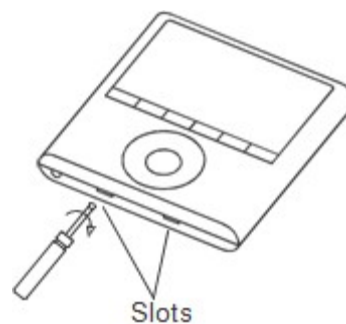

Fig 3-2
- Stecken Sie einen Schraubendreher in die Schlitz im unteren Teil des Steuergeräts (2 Stellen) und entfernen Sie den oberen Teil des Steuergeräts. (Abb. 3-2)